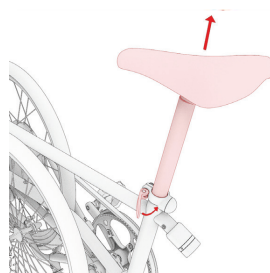

Fig. 1.5
⑥ Ouvrez l'attache rapide du collier de serrage de la tige de selle (Fig. 1.5). Tirez sur la tige de selle jusqu'à ce que l'extrémité inférieure ne dépasse plus du tube de selle et que vous ayez atteint la position assise souhaitée.